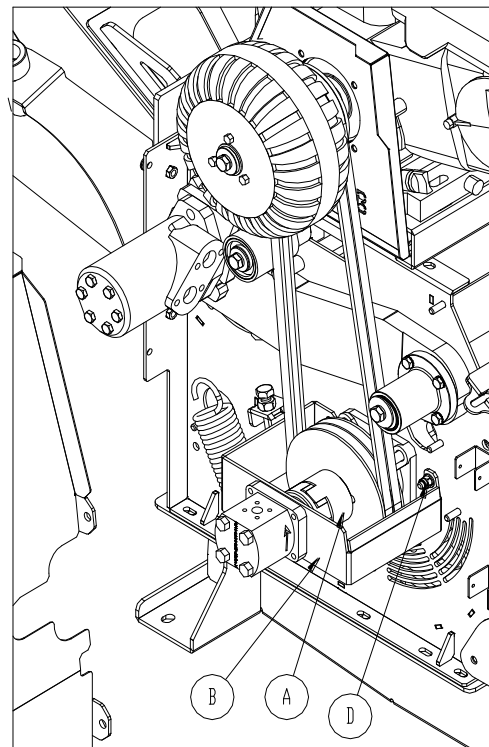

Fig. 19 – Controllo giunto elastico pompa sottocarro
Per verificare l'usura del giunto, smontare il carter cinghie (A Fig. 19). Muovendo il giunto (A) manualmente, controllare che non abbia gioco. In caso contrario, il giunto va sostituito. Per sostituire il giunto, smontare il supporto pompa (B) assieme alla pompa svitando i dadi (D), svitare la vite che blocca il semi-giunto sul rotore e il dado che blocca l'altro semi-giunto sulla pompa ed estrarre i due giunti. Sostituire il giunto completo rimontando il tutto eseguendo il procedimento inverso (Fig. 19).